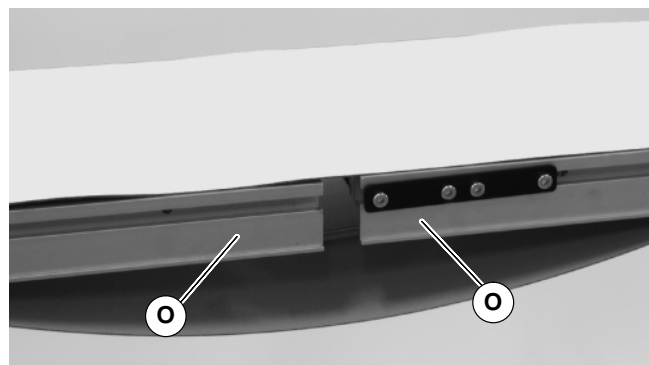

Abbildung 6
3. Den Fördergurt herausrollen und die Rahmensegmente des Bandes (O siehe Abbildung 6) in die Bandschleufe platzieren.